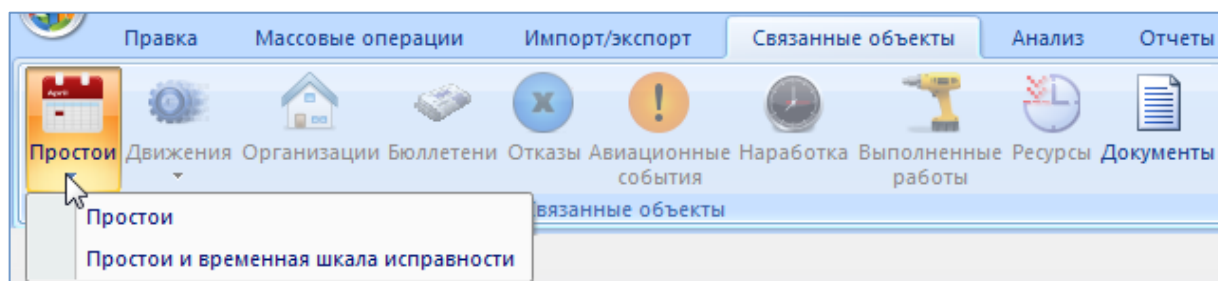
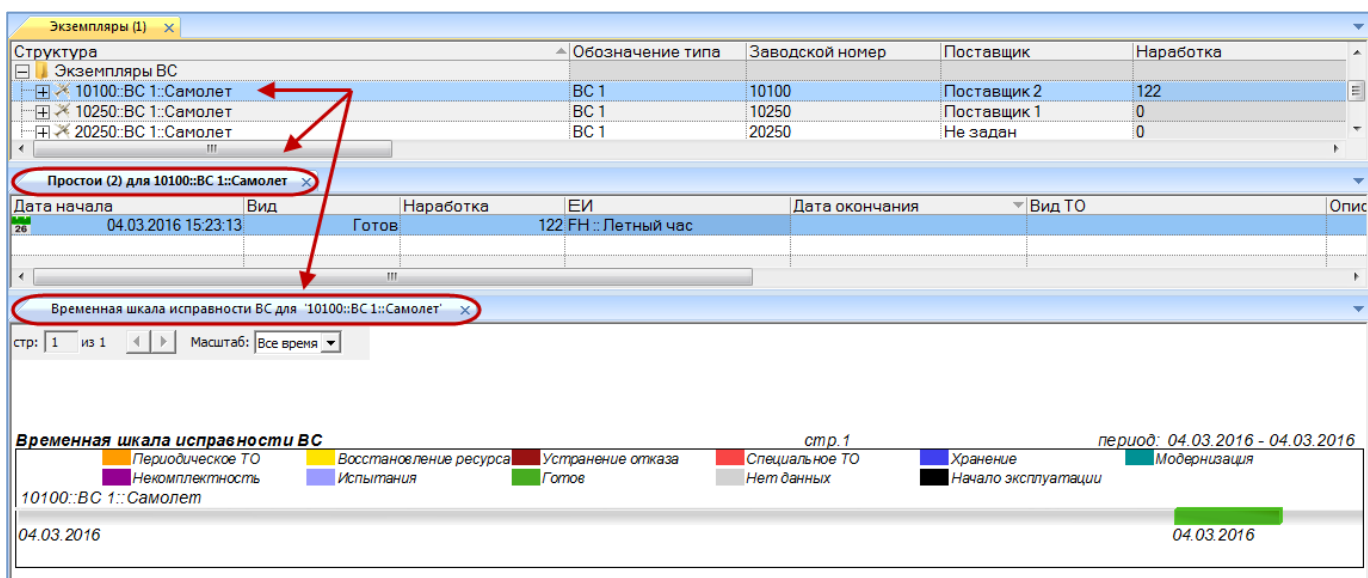

Рис. 13-347 – Кнопка «Простои» вкладки «Связанные объекты»
Рис. 13-349 – Окно связанных объектов «Временная шкала исправности ВС»
- 3) Нажать кнопку «Простои» панели «Связанные объекты» и выбрать нужную команду из открывшегося списка (рис. 13-347).
- 5) При выборе пункта «Простои и временная шкала исправности» (рис. 13-347) открывается окно связанных объектов «Простои» для экземпляра ВС (рис. 13-349) одновременно с временной шкалой исправности (подробнее о временной шкале исправности в пункте 13.8.5.2 ««Временная шкала исправности ВС», стр. 1198).